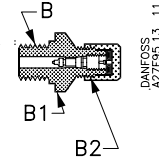
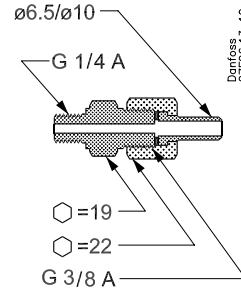
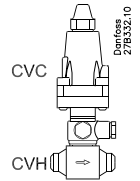

Fig. 2
Fig. 3
Fig. 4. CVC - CHV
Banjofittingen er forsynet med to ens tilslutnings-huller. I det ene hul monteres signalledningen ved hjælp af tilslutningen fig. 3. Signalledningen fra CVC skal tilsluttes der hvor trykket ønskes reguleret, f.eks. umiddelbart før kompressoren, hvis der ønskes en startregulatorfunktion.
Signalledningen må ikke kunne afspærres. I det andet hul på banjofittingen er det muligt at tilslutte et manometer, der kan anvendes ved indstillingen af CVC. Manometeret måler trykket P_s i signalledningen. I stedet for blændproppen (44) skal der så iskrues en manometertilslutning, fig. 2 eller 3; se »Tilbehør«.
Hvis kun den ene af banjofittingens to tilslutnings-huller bruges, skal det andet blændes af med blændproppen (44). CVC kan desuden monteres i ventilhuset CVH og anvendes som separat pilotventil eller selvstændig ventil; se fig. 4.
Manometertilslutning for fluorerede kølemidler: selvlukkende ventil med flaret tilslutning (fig. 2) bestillingsnr. 027B2041; for ammoniak: $\varnothing 6.5 / \varnothing 10$ mm svejsestud (fig. 3) bestillingsnr. 027B2035.
The banjo fitting has two identical connection holes. In the one hole the signal line is fitted with the connection shown in fig. 3. The signal line from the CVC must be connected at the point where the pressure is to be regulated, e.g. immediately in front of the compressor if crankcase pressure regulator function is required. It must not be possible to block the signal line. In the other hole in the banjo fitting a mano-meter can be fitted for use when setting CVC. The manometer measures the pressure P_s in the signal line. Instead of blanking plug (44) a manometer connection, fig. 2 or 3, must be screwed in, see „Accessories“. If only one of the two connection holes in the banjo fitting is used the other must be blanked off with blanking plug (44). CVC can also be fitted in valve body CVH and be as a separate pilot valve or independent valve, see fig. 4. If CVC-CVH is used as a separate pilot valve the unit must be fitted in the pilot line with flow towards the main valve.